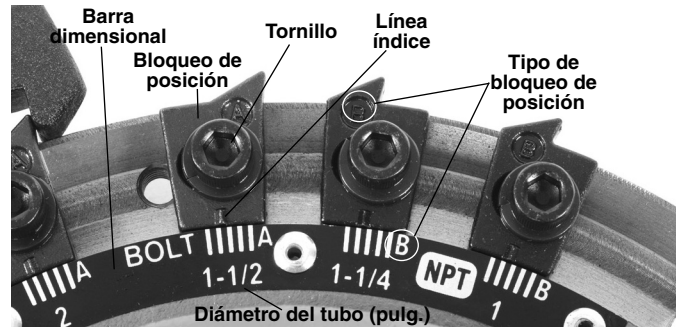

Figura 3 – Ajuste del tamaño de la rosca
6. Siempre asegure que sean iguales los tipos de bloqueo de posición (Figura 3).